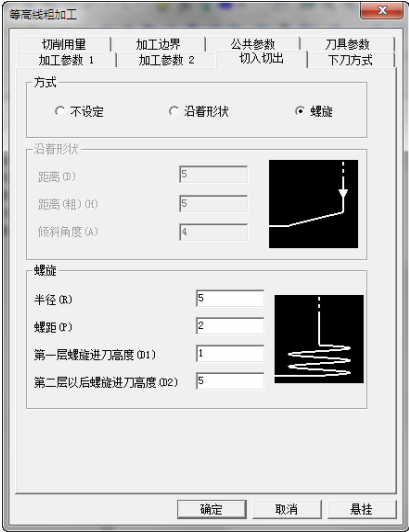

图 8-164 “切入切出”选项卡
3) 单击“切入切出”选项卡, 设置“方式”为“螺旋”, 具体参数如图 8-164 所示。